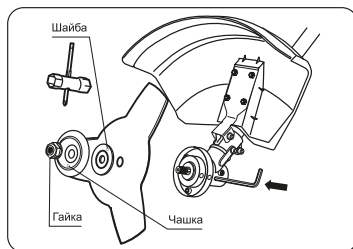

Рис.7
- Удерживая стопорный стержень одной рукой, надежно затяните гайку трубчатым ключом, поворачивая ее против часовой стрелки (Рис. 7).